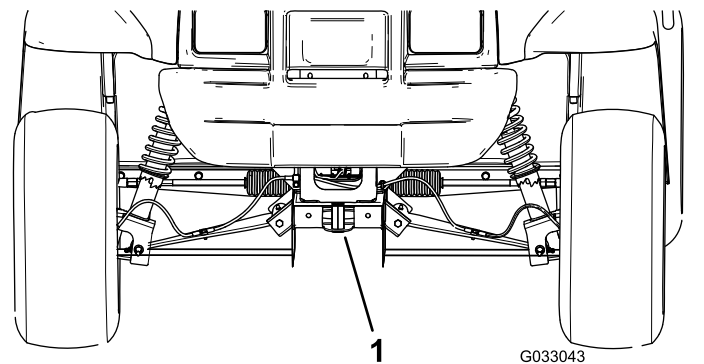

Figura 19
- Il punto di sollevamento nella parte anteriore della macchina si trova davanti al telaio dietro al timone di traino (Figura 19).